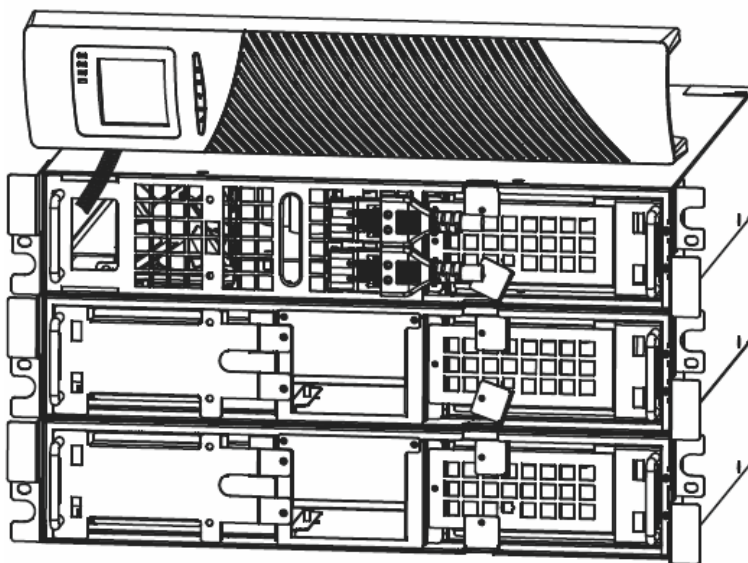

Рис. 13 Стандартная установка блоков АКБ
3. В верхней части блока аккумуляторов удалите заглушку выпускного отверстия (См. Рис. 13).
4. Если Вы устанавливаете несколько блоков аккумуляторов, для каждого блока аккумуляторов удалите заглушку выпускного отверстия кабеля блока аккумуляторов в верхней и нижней части передней панели блока аккумуляторов (см. Рис. 13).
5. Вставьте кабель (кабели) блока аккумуляторов в аккумуляторный разъем (разъемы), как показано на Рис. 13. К ИБП можно подсоединить до четырех блоков аккумуляторов. Подсоедините черный к черному. Слегка нажмите на разъем для надежного соединения.